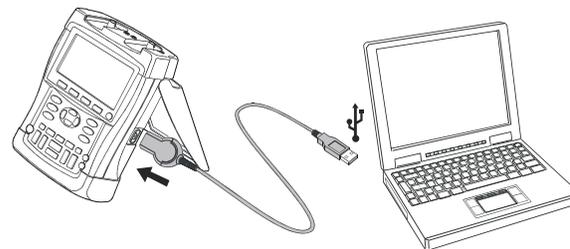

Рис. 35. Подключение компьютера
- С помощью оптически изолированного кабеля с адаптером (PM9080, OC4USB) компьютер подключается к оптическому порту (OPTICAL PORT) прибора. (См. Рис. 35.)